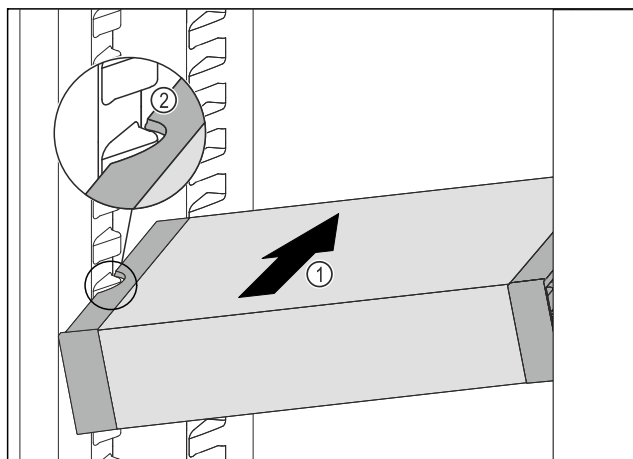

Fig. 164
- Inserire VarioSafe ad angolo nel vano frigorifero Fig. 164 (1), fino a quando le cavità laterali Fig. 164 (2) di VarioSafe non si trovano al livello della nervatura del contenitore nel vano frigorifero.